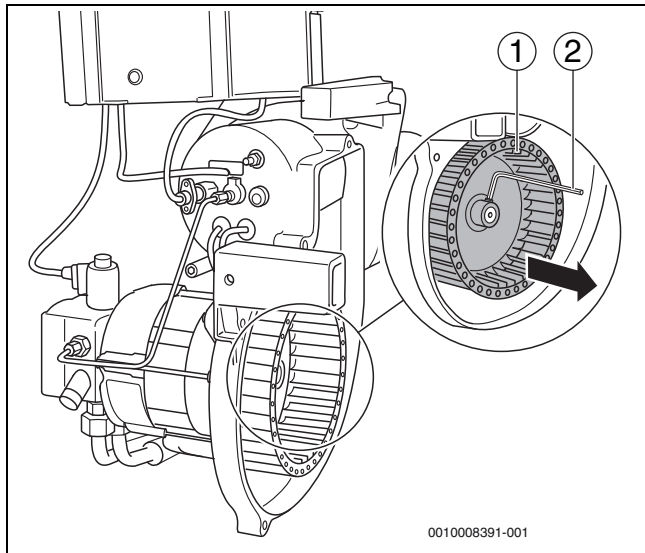

Рис. 33 Проверка и чистка крыльчатки вентилятора
- ▶ Ослабьте крепление крыльчатки вентилятора (→ рис. 33, [1]) шестигранным ключом (→ рис. 33, [2]) и снимите ее с вала.
- ▶ Смонтируйте снова крыльчатку вентилятора (→ рис. 33, [1]).